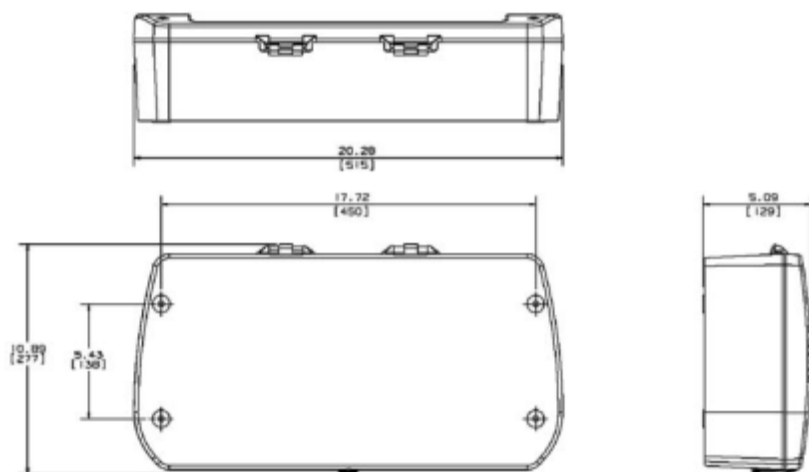

Figure 6 Schéma de montage [dimensions en pouces (mm)]
1. Marquez les trous des quatre vis de montage comme indiqué dans Figure 6 .